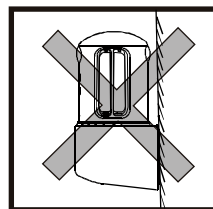

Fig. 3
7. A l'extérieur, éviter de placer le détecteur à l'envers (sens dessus dessous) car il risquerait d'être abîmé par l'eau. Fig. 3.